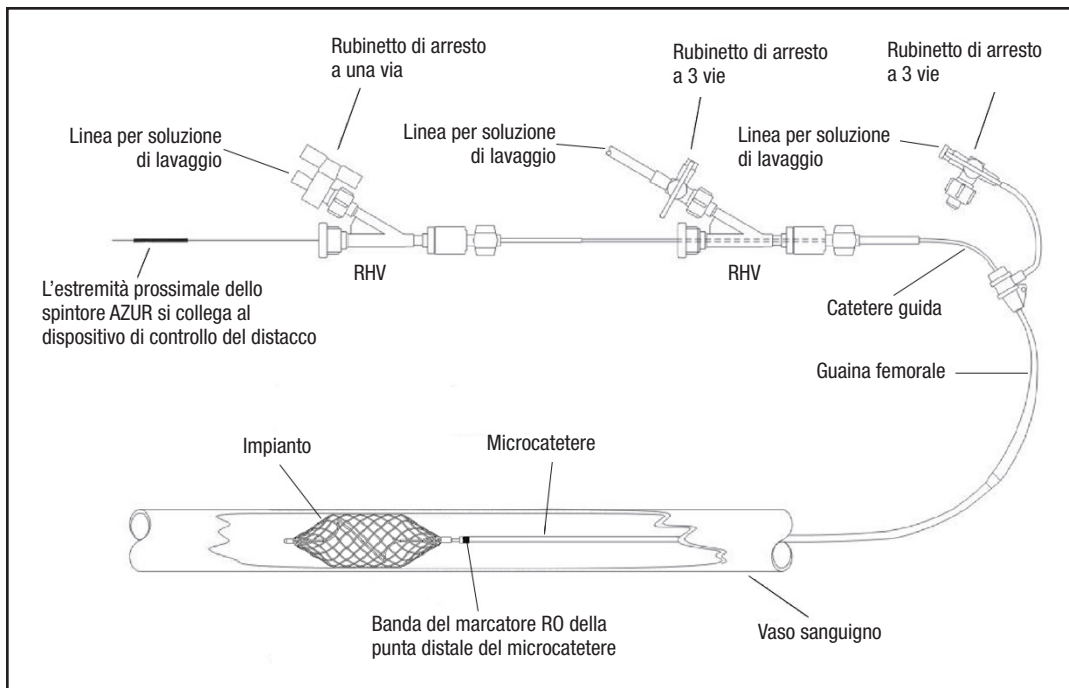

Figura 1: schema di configurazione del sistema AZUR
1. Fare riferimento alla Figura 1 per lo schema di configurazione.